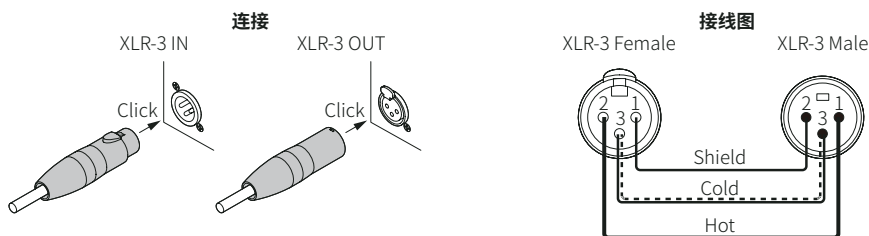

图6. XLR-3接入与串联线缆图示
9. 轻推U型架，使旋转把手的位置在U型架的“位置B”，参考图6，随后拧紧把手